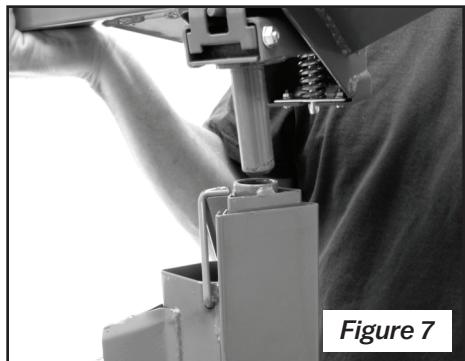

Figure 7
- Insérer la barre de support dans l'ouverture en haut du mât (figure 7).